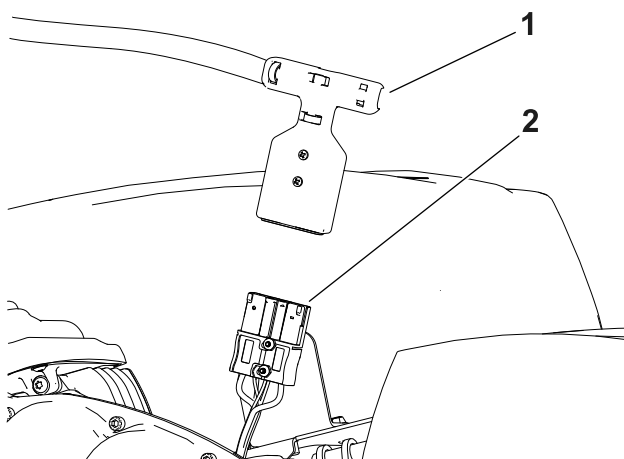

Figura 25
5. Desconecte la batería tirando del conector del asa en T para sacarlo del conector de alimentación principal (Figura 25).